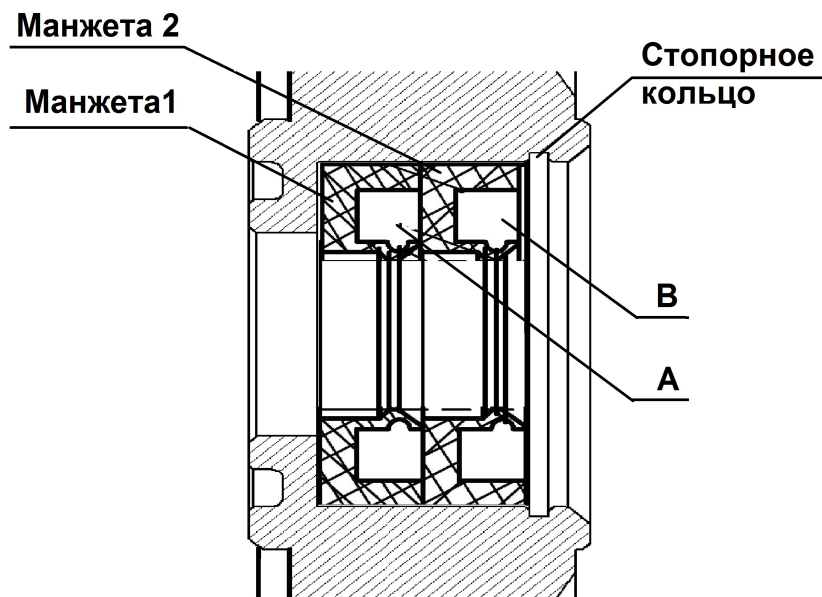

Рис.26 Схема установки манжет.
- со стороны камеры снять кольцо стопорное и снять 2 манжеты (см. рис.26);